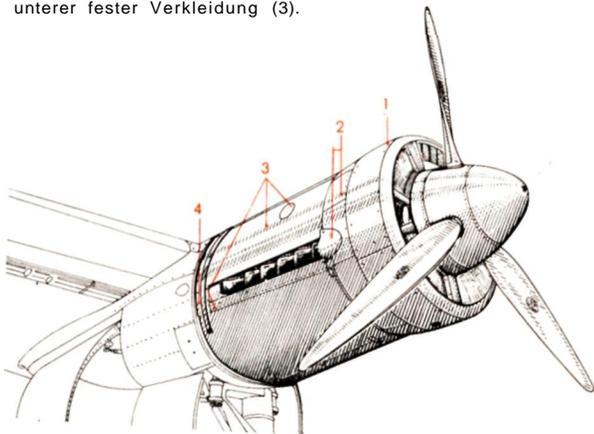

Abb. 5 Triebwerksverkleidung
Die Triebwerksverkleidung (Abb. 5) setzt sich zusammen aus dem Verkleidungsgerüst, der Kühler-Verkleidungshaube (1) mit Kühlerklappen und Abdeckblechen (2) und den Motor-Verkleidungsklappen mit oberer und unterer fester Verkleidung (3).